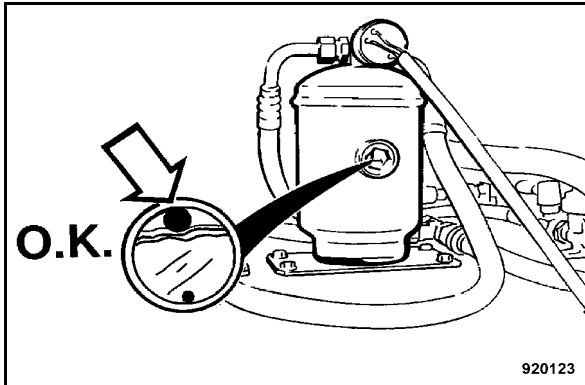

fig. 147
- Vérifier si la bille flottante (fig. 147) dans le regard du dessiccateur nage en surface.